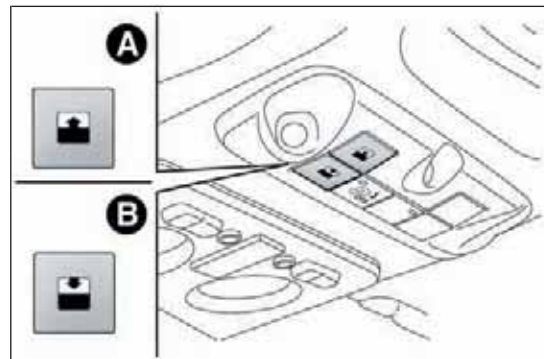

РИС. 54
Крыша может быть открыта только при ключе зажигания в положении MAR. Кнопки А и В РИС. 54 на специальной панели около переднего плафона управляют функциями открытия/закрытия открывающейся крыши.
Нажатие на кнопку А РИС. 54 обеспечивает два режима открытия передней стеклянной панели.
Нажатие на кнопку В РИС. 54 обеспечивает два режима закрытия передней стеклянной панели.
- ❑ нажмите кнопку В РИС. 54, пока крыша полностью не закроется. Отпустите кнопку;